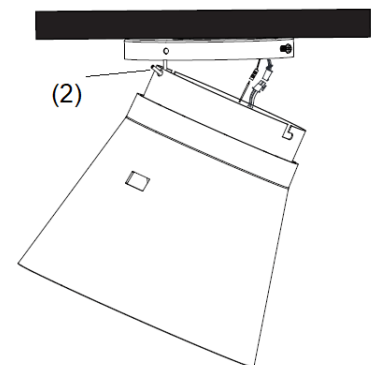

Fig. 4
- Til de ventilator omhoog naar de montagebeugel. Hang de ventilator aan de J-haak (2) van de montagebeugel. (Afb.4)